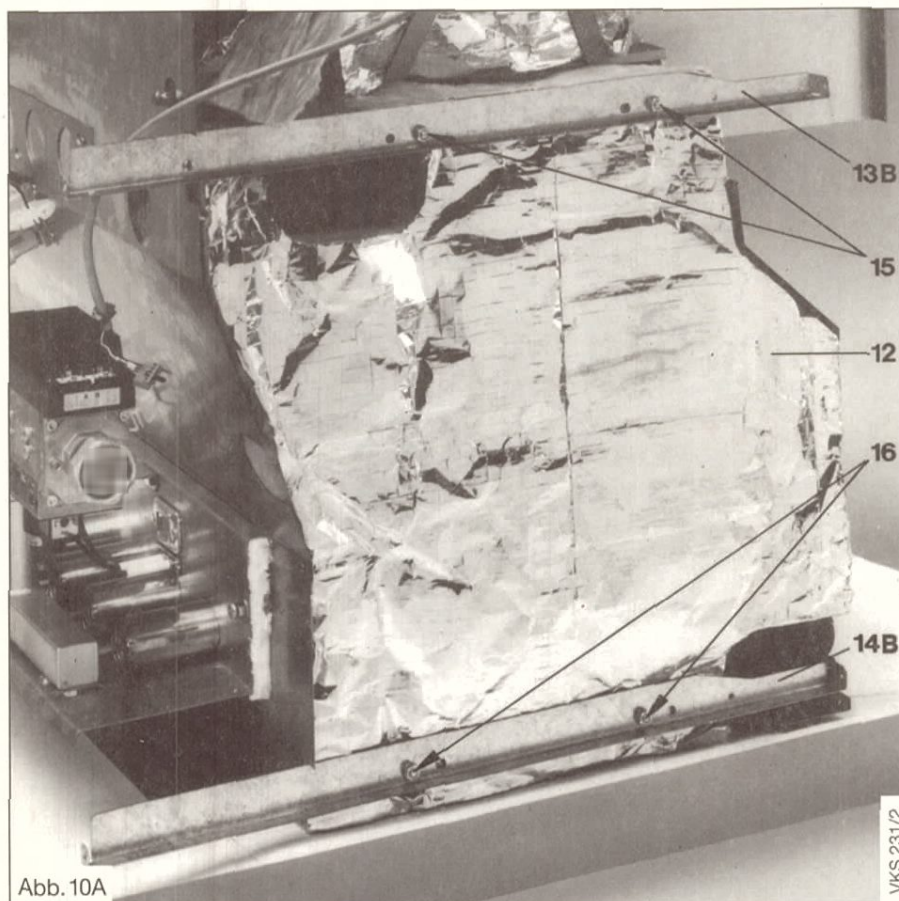

Abb. 10A
- Die Seitenwandisolierungen (12) rechts und links am Kesselblock anbringen. (auf seitenrichtige Anordnung achten!) (Abb. 10A u. 10B).